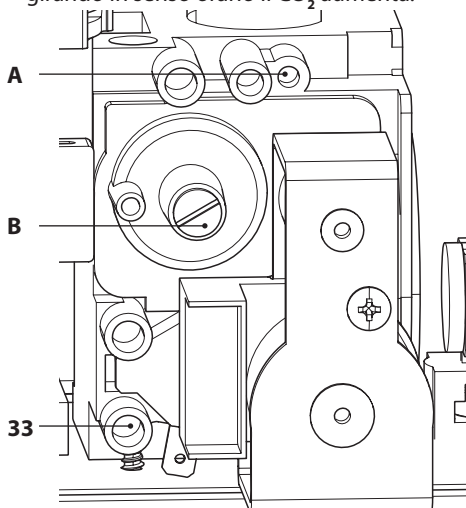

Figura 7.6
- A caldaia spenta (fuori servizio), controllare la pressione di alimentazione utilizzando la presa 33 in Figura 7.6 e confrontare il valore letto con quelli riportati nella tabella Pressioni di alimentazione gas nella sezione "Dati tecnici M260MR.2025 SV/T" a pag. 30 e "Dati tecnici M260MR.2530 SV/T" a pag. 34.
- Richiudere bene la presa di pressione 33 in Figura 7.6.
- Per tarare il **CO₂** della caldaia (pressione del gas al bruciatore) svitare completamente il tappo in ottone di protezione **B** e agire sulla vite a brugola Ø 4 mm sottostante Figura 7.6, girando in senso orario il **CO₂** aumenta.
- Se i due dati non coincidono agire sulla vite regolazione massimo RQ (A in Figura 7.6) della valvola gas e tarare il CO_2 allo stesso valore riportato nella sezione "Dati tecnici M260MR.2025 SV/T" a pag. 30 e "Dati tecnici M260MR.2530 SV/T" a pag. 34 in tabella "Dati in sanitario". Girando in senso orario il CO_2 diminuisce.